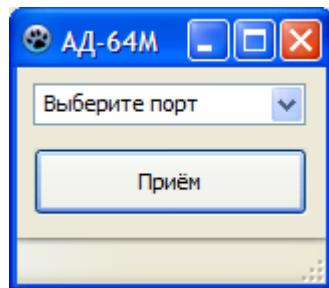

Рис. 6.9 Экран программы rx.exe
6.5.2 Для передачи данных с информацией о спектре сигнала и порогах необходимо запустить на персональном компьютере программу приёма данных (rx.exe), поставляемую на компакт-диске, (рис. 6.9). Выбрать в выпадающем списке номер порта, который назначила система модулю USB. Нажать кнопку «Приём» и выбрать папку, в которую будут сохранены данные.